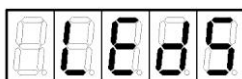

Рисунок 21
2. Кнопками  или  установить на индикаторе слово "LEdS" (рисунок 21).